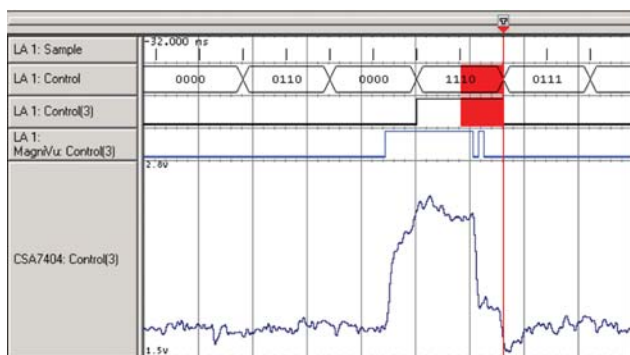

图 13. iView 示波器显示，显示 Control(3)信号的模拟形式
一旦示波器和逻辑分析仪连在一起同时采集信号，对两台仪器进行同步是最为关键的。泰克的逻辑分析仪利用 iView™ 功能，允许逻辑分析仪在精确的时间触发示波器以捕获毛刺。逻辑分析仪还可以在显示屏上显示时间相关的模拟波形和数字波形。观察信号线 Control (3)，图 13 展示了毛刺的模拟 iView 显示。